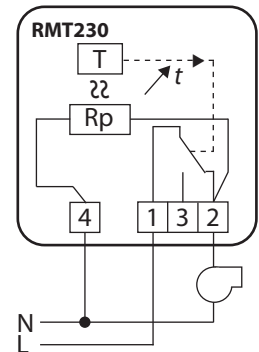

Fig. 6.
RMT versions with parallel accelerator Rp, will have a lower temperature differential when terminal ❷ is connected as shown in fig. 6 & 7.
Le thermostat RMT avec résistance anticipatrice a un faible différentiel de température pour assurer une régulation plus fine. Raccorder dans ce cas le borne ❷ comme indiqué Fig. 6 et 7.
Hvis rumtermostaten tilsluttes en kontaktor eller anden induktiv belastning der ikke er støjdempet, er der risiko for radio/TV-støj. På de RMT-udgaver som er forsynet med en parallelaccelerator Rp, opnås der en lavere temperaturredifferens, når klemme ❷ forbindes som vist på fig. 6 og 7.